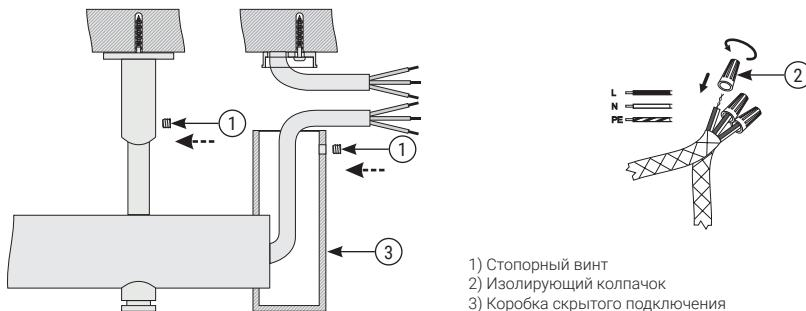

Рис.3
2.4. Произвести «черновой» монтаж ЭПС, используя стопорные винты, с максимальным вылетом от стены (рис. 3).
2.5. Соединить провода ЭПС с проводом из стены с помощью изолирующих колпачков (входят в комплект поставки) (рис. 3).